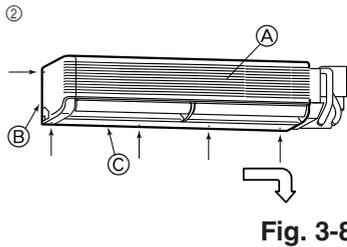

Fig. 3-8
- ② Снимите пять винтов, обозначенных стрелками на диаграмме. (Fig. 3-8)
- ③ Снимите сначала левую боковую панель, затем - нижнюю панель.